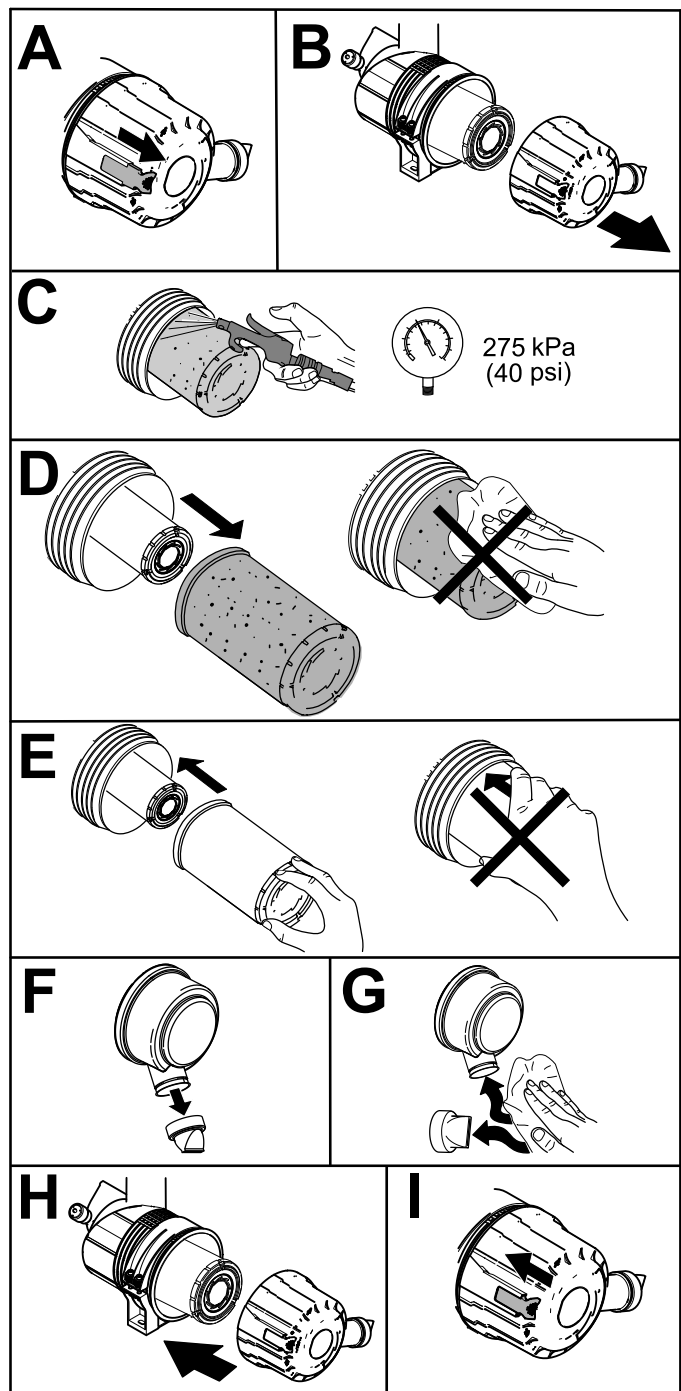

Figura 45
1. Cambie el limpiador de aire (Figura 45).